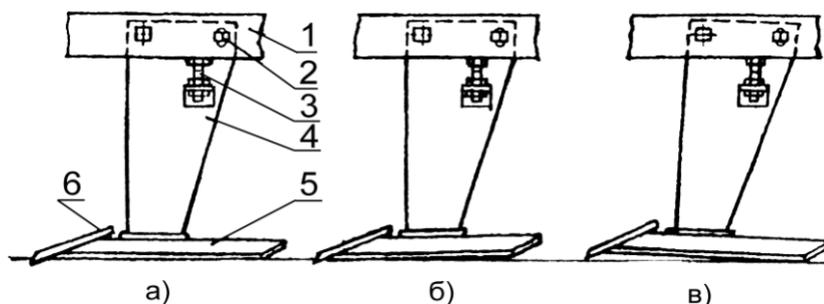

Рис. 1. Схема установки плоскореза рабочих органов:
8. Изменение положения рабочих органов в продольно-вертикальной плоскости производится путем ослабления затяжки болтов крепления стоек к раме и перевода их в положение, соответствующее условиям работы. После затяжки болтов крепления стоек подводят головки упорно-регулирующих болтов до упора в нижнюю часть бруса рамы и затягивают их контргайками (рис. 1).